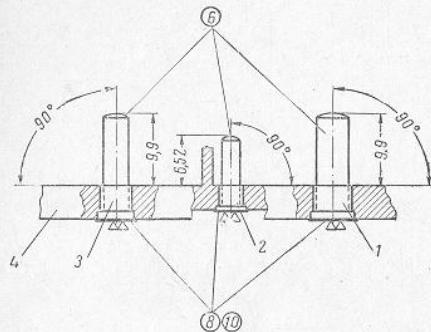

Рис. 55.
6. Проверить высоту ввинченной до упора оси и перпендикулярность ее к плоскости рамки. Высота оси курка и спускового крючка должна быть 9,9 мм, а оси казенника — 6,52 мм (рис. 55).